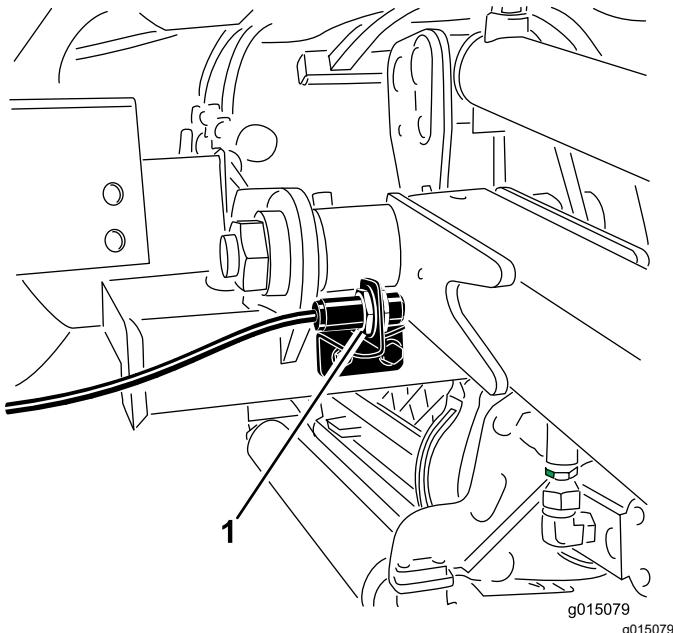

Figura 61
2. L'interruttore del braccio di sollevamento è situato dietro il braccio di sollevamento anteriore destro (Figura 61).
3. Allentate le viti di attacco dell'interruttore (Figura 61) e alzate l'interruttore per aumentare l'altezza d'inversione del braccio di sollevamento o abbassate l'interruttore per ridurla.